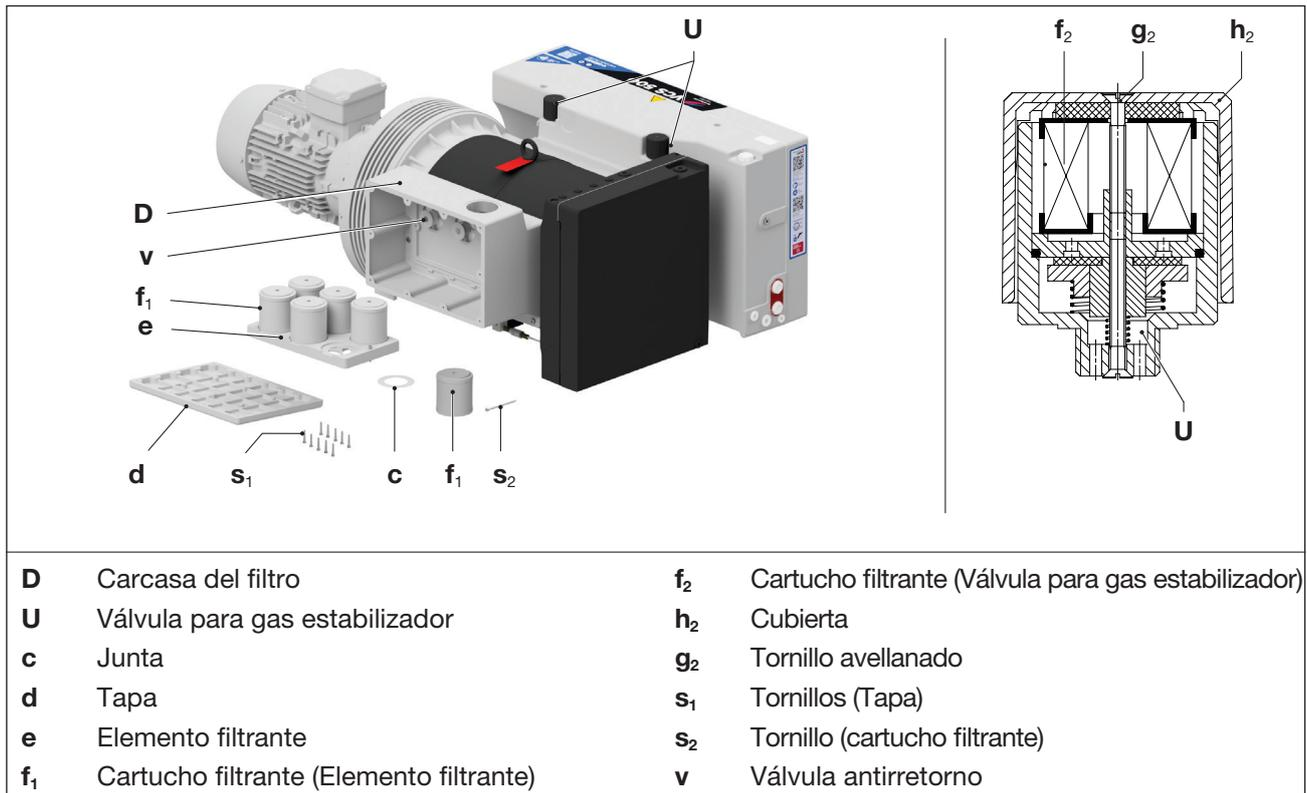

Fig. 8 Filtro de aire y válvula de gas lastre
- Afloje (Fig. 8/s₁) tornillos en la tapa (Fig. 8/d) de la carcasa del filtro (Fig. 8/D) y retire la tapa.
- Retire el (Fig. 8/e) elemento filtrante.
- Afloje el tornillo (Fig. 8/s₂) del cartucho de filtrado (Fig. 8/f₁) y retire el cartucho de filtrado con la junta (Fig. 8/c) del elemento (Fig. 8/e) filtrante. Repita el procedimiento para todos los cartuchos.
- Asimismo limpie la carcasa del filtro (Fig. 8/D).
- h) Compruebe si la válvula antirretorno (Fig. 8/v) está sucia y límpiela si es necesario.
- i) Vuelva a colocar todos los cartuchos de filtrado (Fig. 8/f₁) junto con una junta (Fig. 8/c) en el elemento filtrante.
- j) Vuelva a colocar (Fig. 8/f) el elemento filtrante en la carcasa del filtro (Fig. 8/D) y fije la tapa (Fig. 8/d) con los tornillos (Fig. 8/s₁) .
Las bombas funcionan con una válvula para gas estabilizador (Fig. 8/U). Limpiar el cartucho filtrante (Fig. 8/f₂) integrado con frecuencia variable según el grado de suciedad del medio aspirado.
- a) Desenrosque la válvula para gas estabilizador (Fig. 8/U) de la bomba.
- b) Afloje el tornillo avellanado (Fig. 8/g₂) de la cubierta de plástico (Fig. 8/h₂) y retire la cubierta de plástico (Fig. 8/h₂).
- c) Retire todas las piezas del filtro para su limpieza y sustituya el cartucho filtrante (Fig. 8/f₂) soplándolo o sustitúyalo.
- d) Poner el cartucho filtrante (Fig. 8/f₂) en la válvula, colocar la cubierta de plástico (Fig. 8/h₂) y fijarla con el tornillo avellanado (Fig. 8/g₂). Apretar el tornillo a mano.